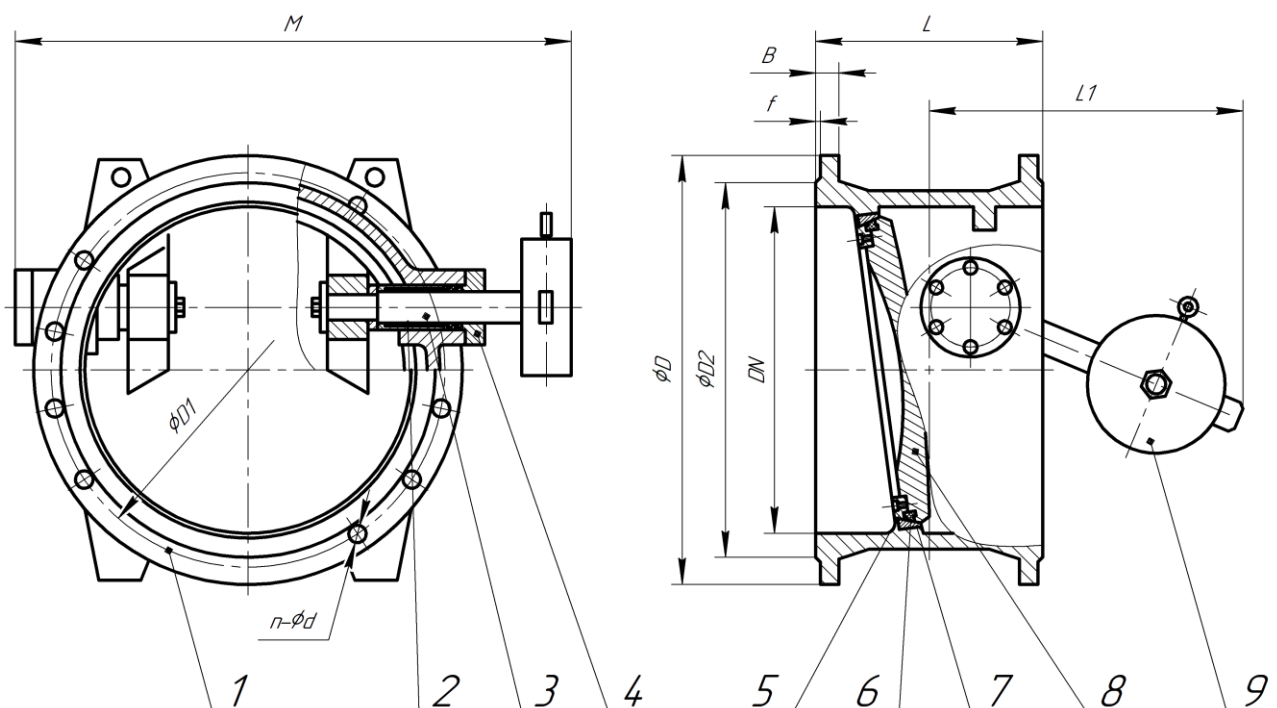

Рисунок 1. Конструкция клапана с рычагом и противовесом DN200-2000 PN10, PN16
1.3.1. Основные элементы конструкции клапана приведены в табл.1 и на рис.1,2.
закрытия клапана при остановке насоса, а также демпфирования диска клапана при прямом потоке рабочей среды (рис.1).